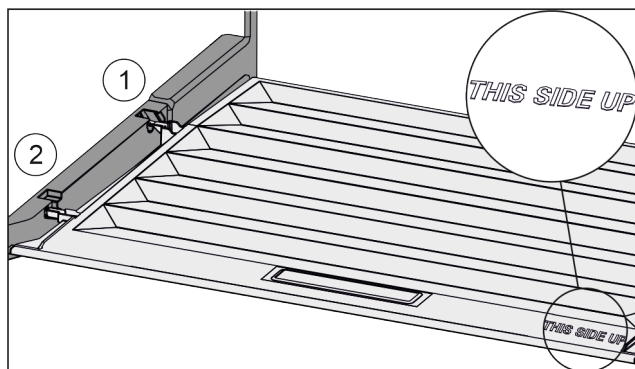

Fig. 135
- ▶ Вставить поперечные ребра крышки через отверстие заднего держателя Fig. 135 (1) и защелкнуть спереди в держателе Fig. 135 (2).